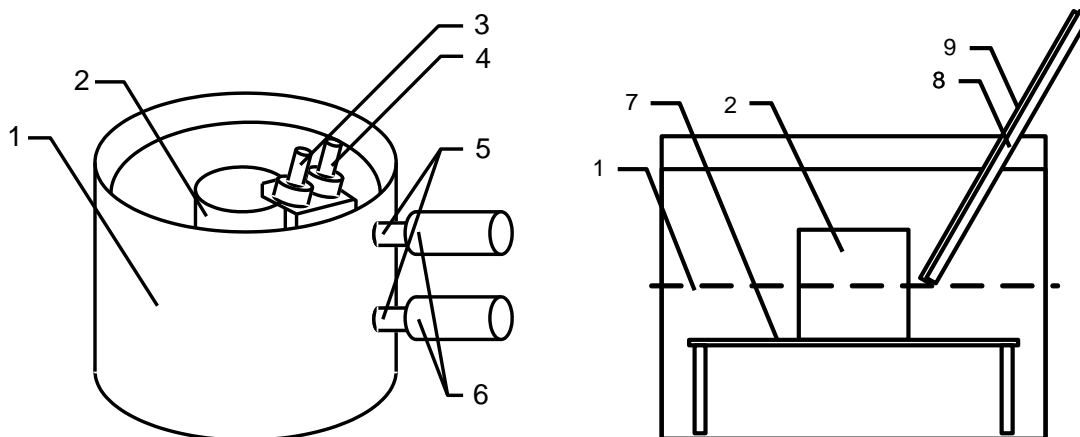

Рисунок 8.1
- 8.3.7 Присоединить ТКС-20 к термостату пенетрометра (1) (см. рисунок 8.1) с помощью медицинских трубок (6) диаметром 12мм (поставляются в комплекте с ТКС-20).
- 8.3.8 Установить внешний датчик температуры ТКС-20 (8) и образцовый термометр (9) в соответствующие отверстия термостата (3) и (4). Измерители температуры устанавливать таким образом, чтобы их измерительная часть располагалась на уровне половины высоты чашки с пробой (см. рисунок 8.1).